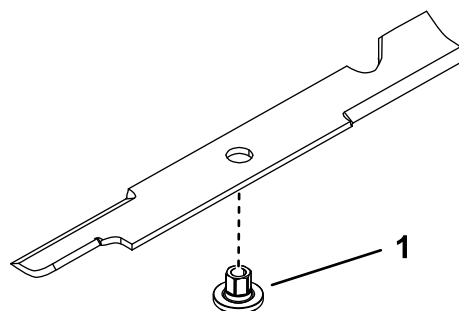

Figura 84
1. Montate la boccola attraverso la lama con la flangia della boccola sul lato inferiore (erba) della lama (Figura 84).